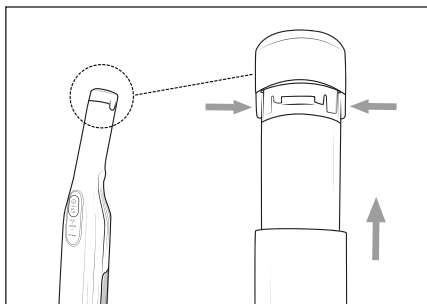

Abb. 10
- ♦ Um den Akku **1** vom Gerät zu entfernen, halten Sie die beiden Akku-Entriegelungstasten **2** gedrückt und ziehen Sie den Akku **1** aus dem Gerät (siehe Abb. 10).